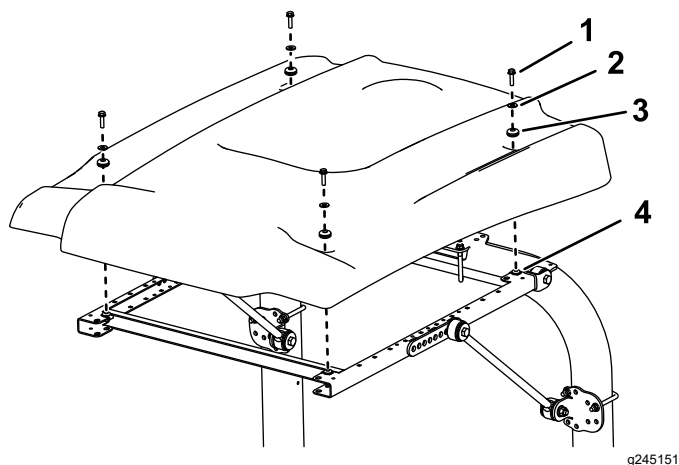

Figura 41
15. Durante l'allineamento dei fori di montaggio, posizionate il parasole sul telaio come mostrato in Figura 41.
16. Montate, senza serrarlo, ciascun angolo del parasole sul telaio con un bullone a testa flangiata (5/16" x 1¼") con una rondella piccola e un gommino (Figura 41).